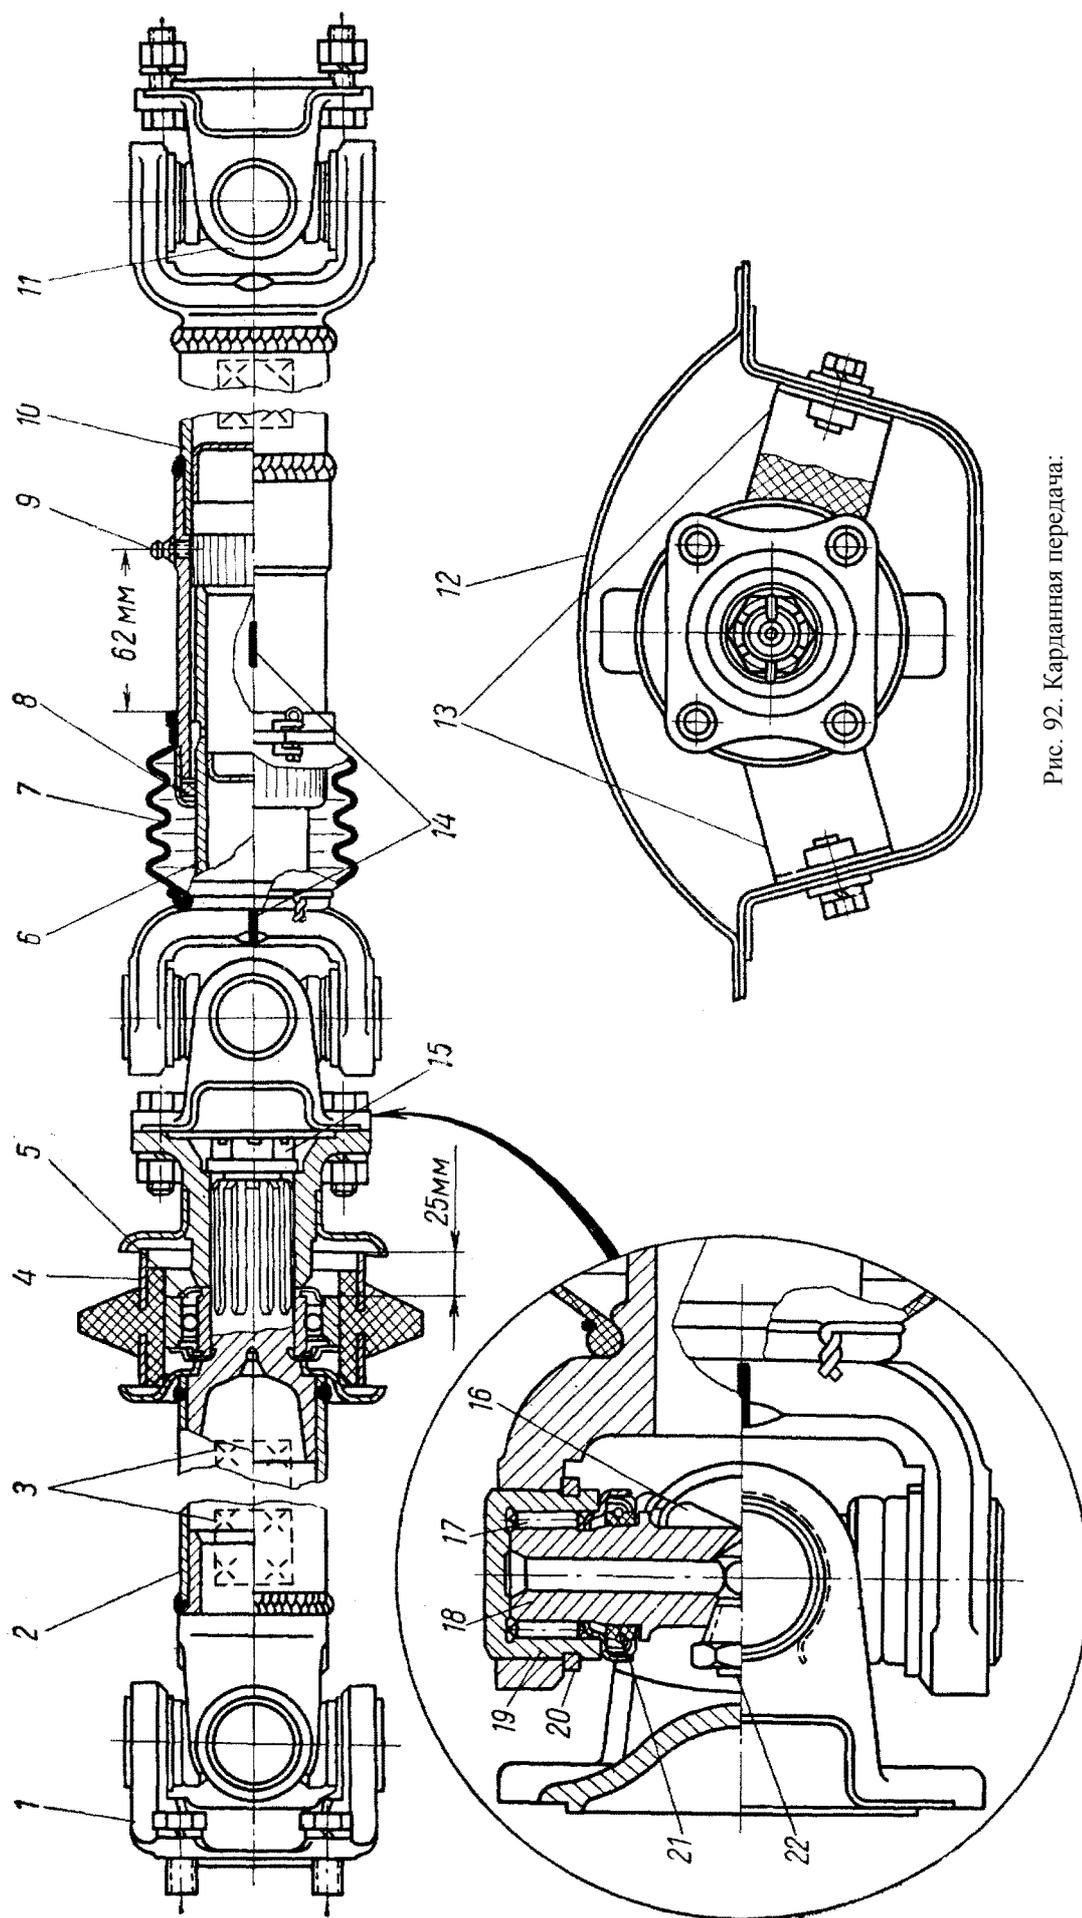
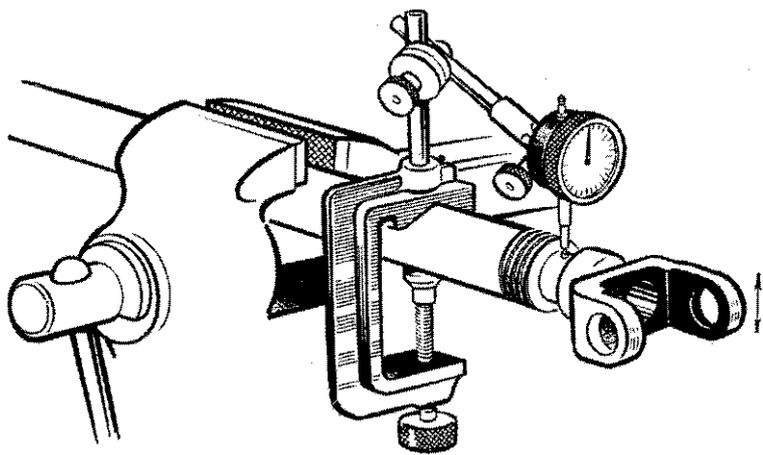

Рис. 92. Карданная передача:
Рис. 100. Схема замера люфта между скользящей вилкой и карданным валом
**Промежуточный карданный вал 2** (рис. 92) представляет собой тонкостенную трубу, в которую запрессованы и затем приварены вилка кардана и шлицованный наконечник. Задний конец вала вращается в шариковом подшипнике, установленном в промежуточной опоре. К фланцу крепится передний кардан заднего карданного вала. Фланец должен устанавливаться на шлицы таким образом, чтобы карданы промежуточного и заднего валов располагались, как показано на рис. 92.
вынуть четыре стопорных кольца 20 (см. рис. 92) отверткой;
Гофрированный резиновый защитный чехол 7 (см. рис. 92) не должен иметь трещин и разрывов, так как разрушение чехла открывает доступ грязи в шлицевое соединение. Для проверки износа шлицевого подвижное соединение следует промыть, а затем задвинуть вилку так, чтобы расстояние от торца шлицевого конца вала до затылка вилки было равно 40 мм (рис. 100). Закрепить индикатор на валу, ножку поместить на вилке. Замерить величину полного качания вилки, покачивая ее вверх-вниз (в плоскости отверстий под подшипники) и перпендикулярно к ним (за счет радиального люфта в шлицах).
При замене вилок, фланцев и трубы обязательна динамическая балансировка вала после сборки. Если после замены одного из валов появилась вибрация, нужно повернуть его на пол-оборота и снова присоединить ко второму валу. Если вибрация усилилась, проверить биение промежуточного и заднего карданных валов. Проверить биение шлицевого фланца можно, не разбирая промежуточный вал и опирая его на фланец 1 (см. рис. 92) и кронштейн промежуточной опоры. Допустимое биение торца фланца и замка — 0,15-мм. Еще лучше отбалансировать комплект из обоих валов в сборе до дисбаланса не более 20 Гсм.